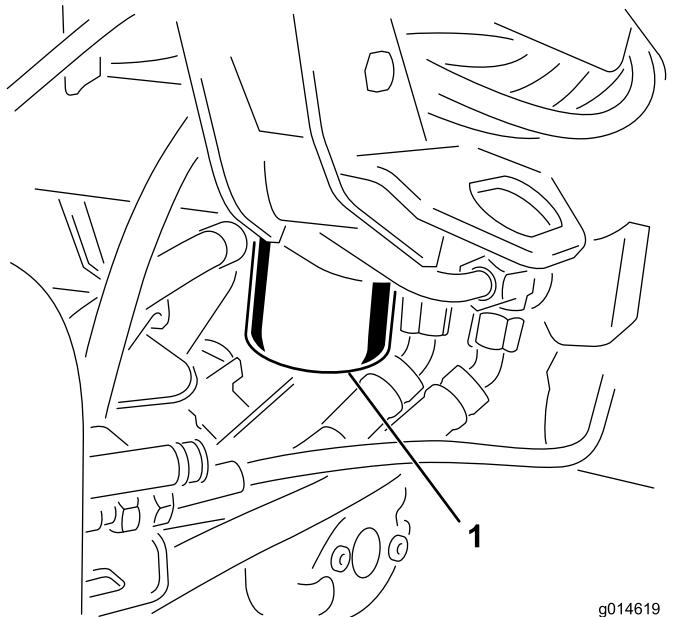

Figure 39
1. Nettoyez la zone autour de la surface de montage du filtre (Figure 39). Placez un bac de vidange sous le filtre et enlevez le filtre.